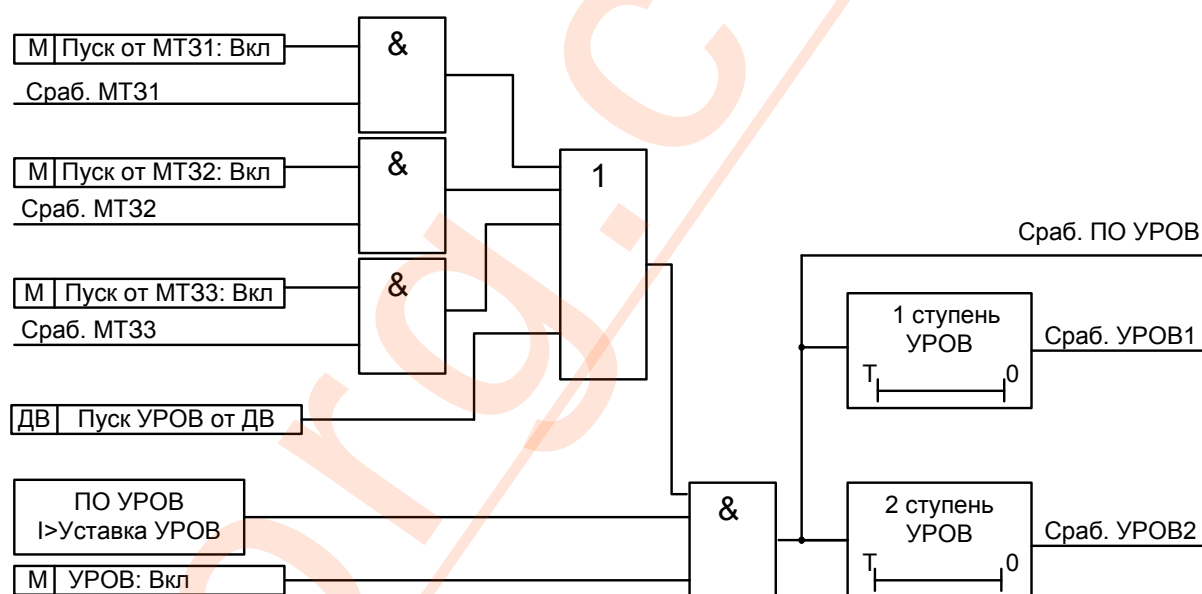

Рис. 17 Функциональная схема блока УРОВ
2.5.7 Функциональная схема работы УРОВ приведена на рис.17.